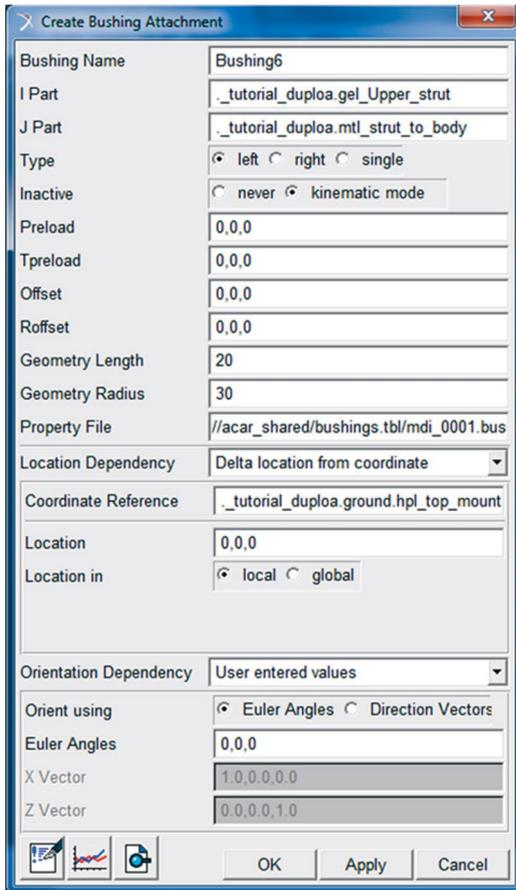

Figura 5.147 – Preenchimento da caixa de diálogo relativa à criação da bucha “*bkl_Bushing6*”.
- Preencha os campos da janela *Create Bushing Attachment*, como ilustrado na Figura 5.147.